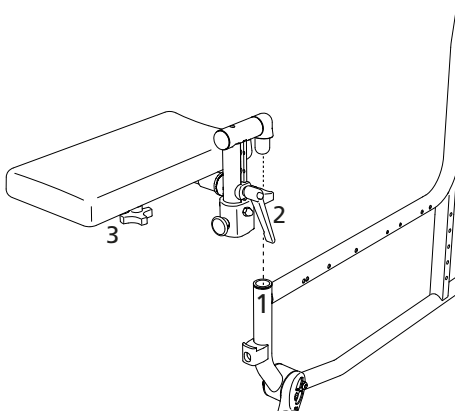

Abb. 50
2. Greifen Sie die Amputationsauflage am Polster und führen Sie sie von oben in das Rahmenrohr ein (1, Abb. 50).
1. Lösen Sie den Klemmhebel entgegen dem Uhrzeigersinn (2, Abb. 50).
1. Lösen Sie die Sterngriffschraube (3, Abb. 50).